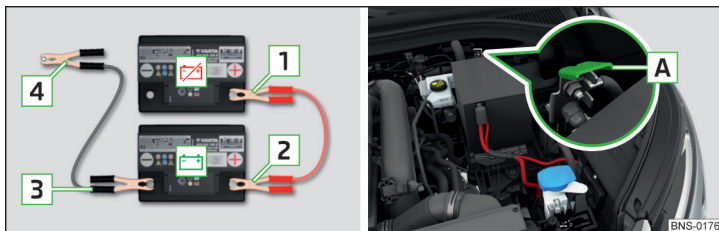

Fig. 344 **Pornirea asistată:** ⚡ - bateria descărcată, 🔋 - bateria furnizoare de curent/punctul de masă al motorului la sistem START-STOP
- La autovehiculele **cu** sistem START-STOP conectați clema **4** la punctul de masă al motorului **A** » fig. 344.